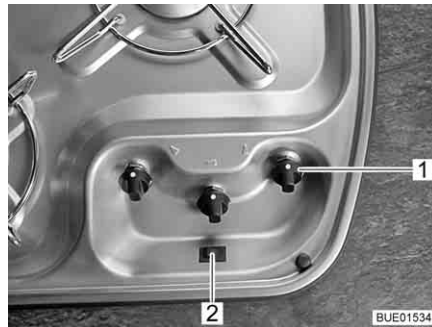

Bild 211 Bedienelemente für Gaskocher
- Drehregler (Bild 211,1) der gewünschten Brennstelle auf Zündposition (große Flamme) drehen.
- Zündknopf (Bild 211,2) drücken. Am Brenner werden Zündfunken erzeugt.